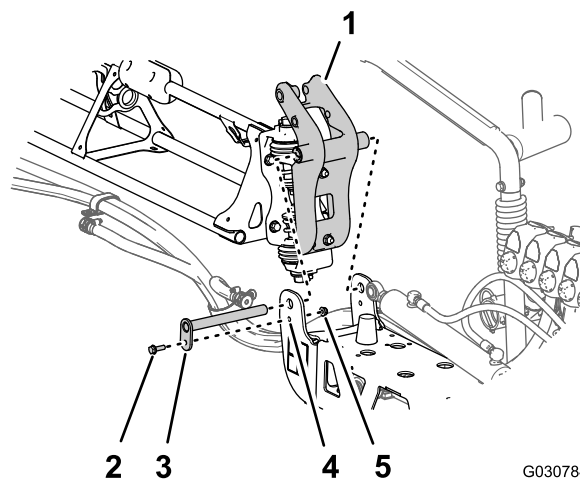

Figure 100
3. Alignez les bagues insérées dans la fixation de pivot et les trous dans les brides du support de pivot, au bout de la section de rampe centrale (Figure 100).